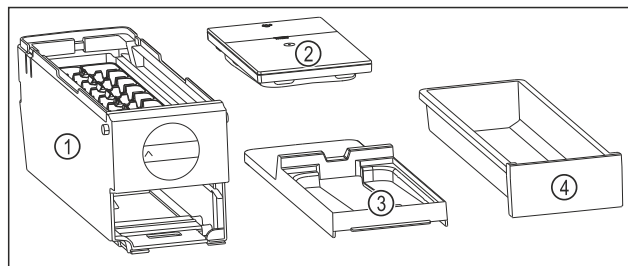

Fig. 112 Composants de l'EasyTwist-Ice
- L'EasyTwist-Ice est démonté en quatre parties. (voir Fig. 112)
- Ne démonter l'EasyTwist-Ice que de la manière illustrée. (voir Fig. 112)
- Nettoyer le corps de l'EasyTwist-Ice Fig. 112 (1) dans son ensemble.